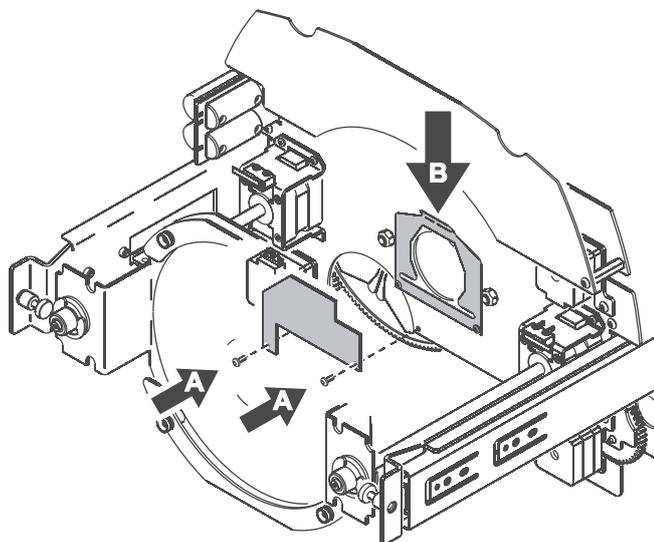

Figura 23: Substituição do filtro
2. Veja a Figura 23. Para instalar um filtro permanente, deslize o filtro totalmente no suporte do filtro (B), de modo que seja mantido de forma segura pelo grampo.
3. Para instalar um filtro na roda de cores, remova os dois parafusos de retenção Torx 10 (A) a partir da placa de acesso do filtro e remova a placa.